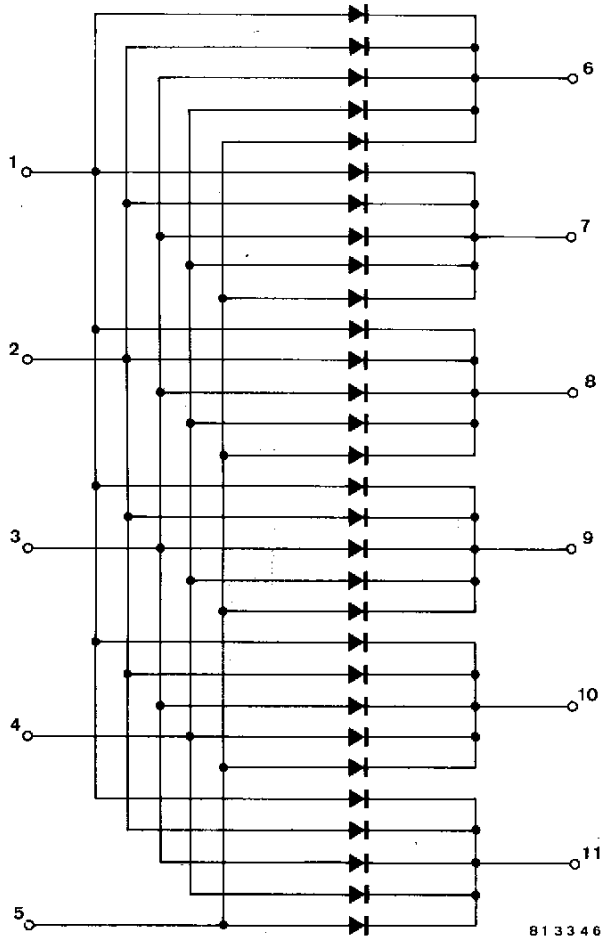
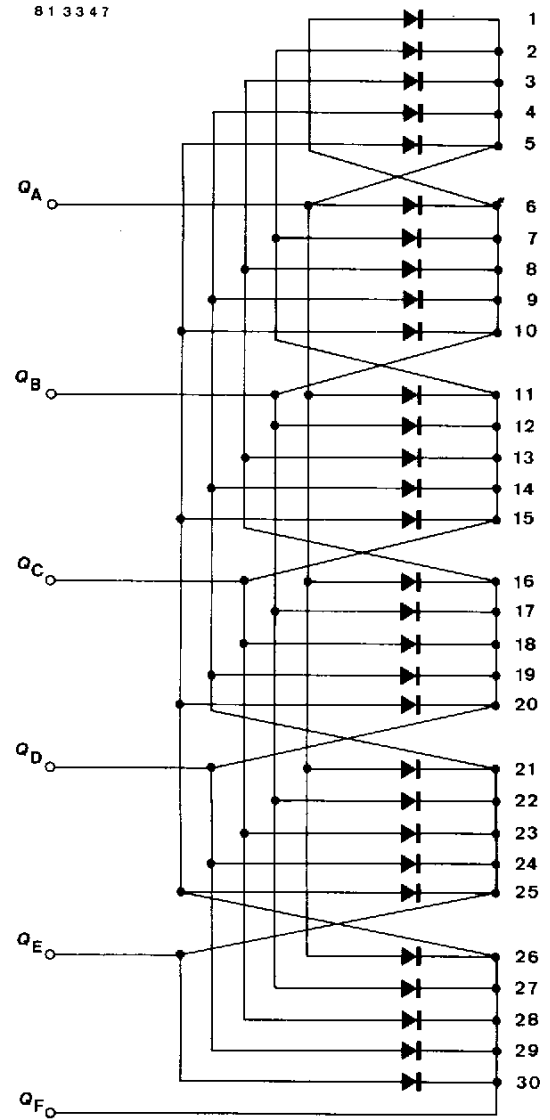

Fig. 1 Matrixverschaltung
Fig. 2 Verschaltung mit minimaler Anschlußzahl
Eine Reduzierung der Ansteuerleitungen kann durch eine matrixartige Verschaltung der LED's erreicht werden. Für 30 LED's werden dafür minimal 11 Leitungen benötigt (Fig. 1). Führt man dagegen für die Transistor-Ausgangsstufe neben dem Low- und High-Zustand noch einen hochohmigen Zustand ein und nutzt die elektr. Eigenschaften der LED's (z.B. Sperrkennlinie und nichtlineare Strom/Spannungskennlinie) aus, erreicht man die minimale Anzahl von 6 Anschlußleitungen für 30 LED's (Fig. 2) nach der Formel (1)